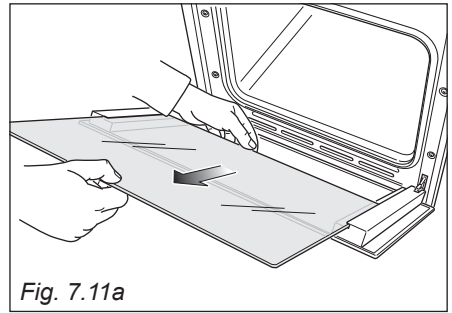

Fig. 7.11a
- Sfilare delicatamente il vetro interno (fig. 7.11a) e pulirlo con prodotti idonei. Asciugarlo sempre accuratamente.